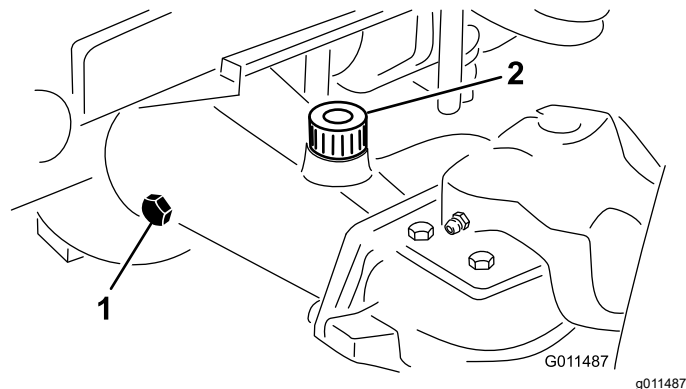

Figure 69
- Enlevez un bouchon de contrôle à une extrémité du pont arrière et vérifiez que le lubrifiant atteint la base de l'orifice (Figure 69).